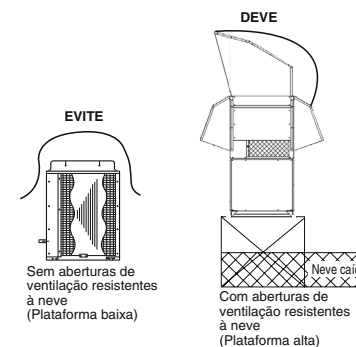

Fig. 2-5
Em regiões com nevadas pesadas, a unidade exterior deve ser equipada com uma plataforma elevada e sólida e aberturas de ventilação resistentes à neve. (Fig. 2-5)
- A plataforma deve ser mais alta que a profundidade máxima da neve. (Fig. 2-5)